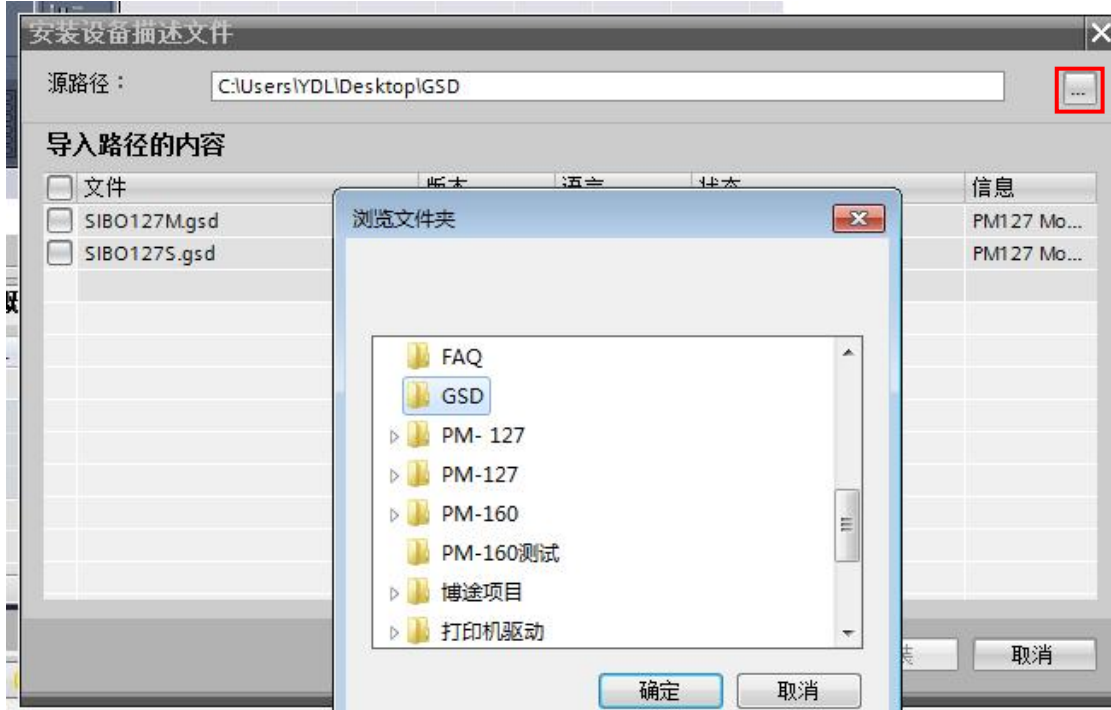

图 7 选择 GSD 文件路径
- 2.2 在弹出的窗口中，单击右侧  按键，浏览文件夹寻找到 PM-127 的 GSD 文件，点击“确定”便可将 GSD 文件添加到窗口中（注意：GSD 所在的文件夹的名称不能包含汉字，否则会导入 GSD 失败），如图 7 所示：